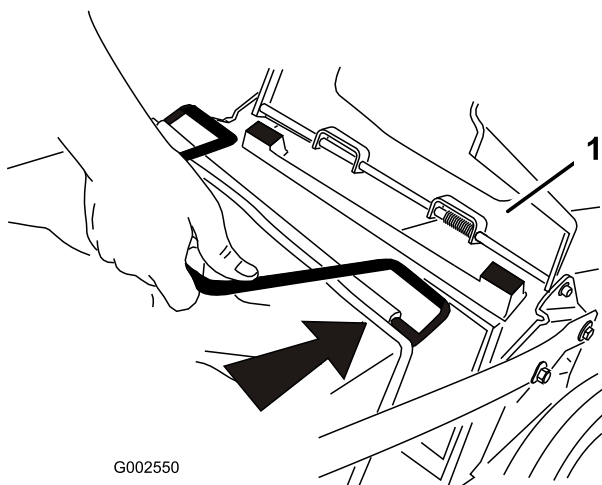

Figura 17
2. Levante y sujete la puerta trasera (Figura 17).